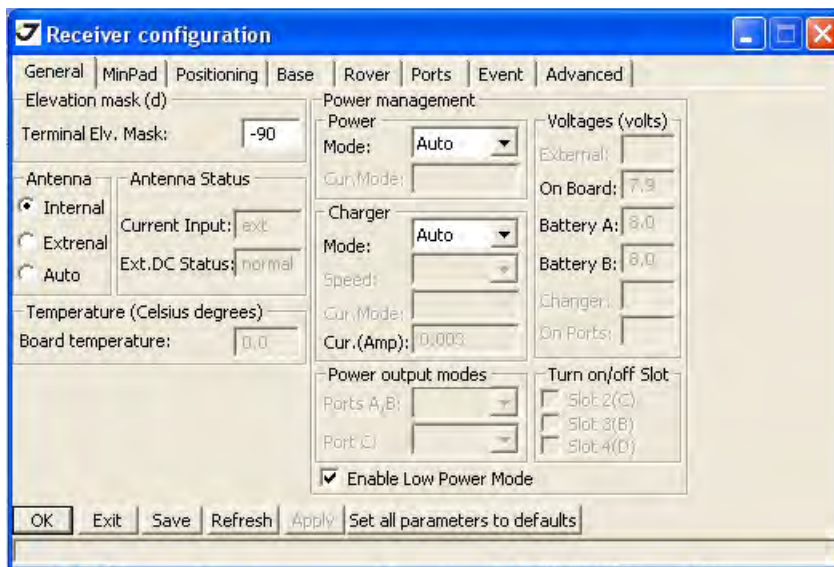

Рисунок 18. Закладка General
4. Откройте закладку *General* (Рис. 18):